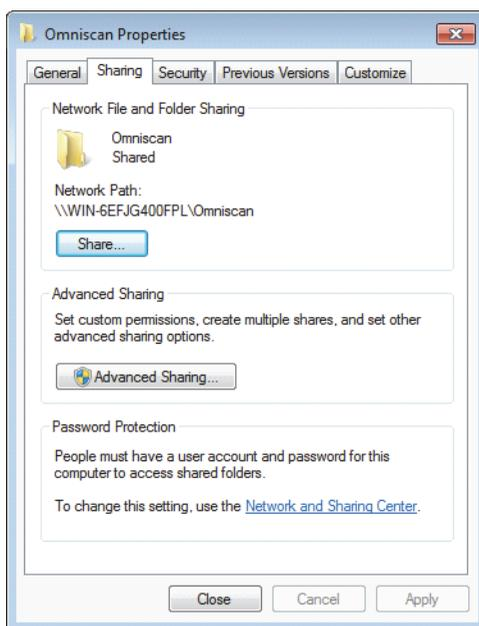
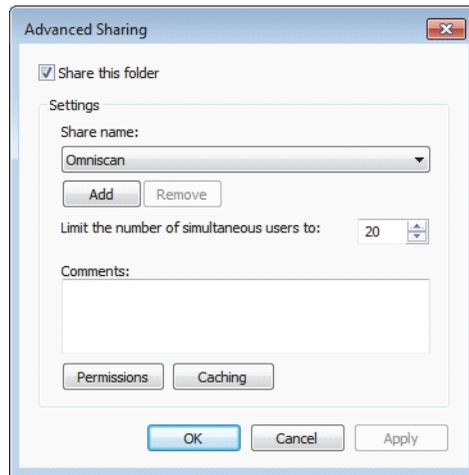

Figura 7-27 La finestra di dialogo Proprietà Omniscan (Windows 7)
Figura 7-30 La finestra di dialogo **Condivisione avanzata** (Windows 7)
3. Nella finestra di dialogo **Proprietà Omniscan** (Omniscan Properties), cliccare sulla scheda **Condivisione** (Sharing) [vedere Figura 7-27 a pagina 243].
8. Nella finestra di dialogo **Proprietà Omniscan** (Omniscan Properties), cliccare su **Condivisione avanzata** (Advanced Sharing). [vedere Figura 7-27 a pagina 243]. Appare la finestra di dialogo **Condivisione avanzata** (vedere Figura 7-30 a pagina 246).